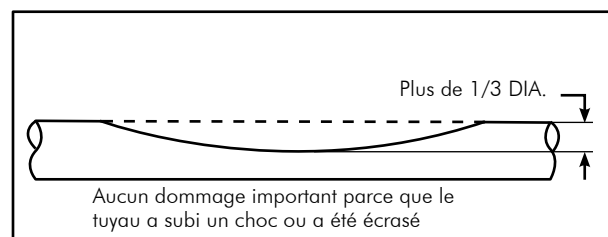

FIG. 5-3 Réparation nécessaire
- Le tuyau a été considérablement endommagée (FIG. 5-3).